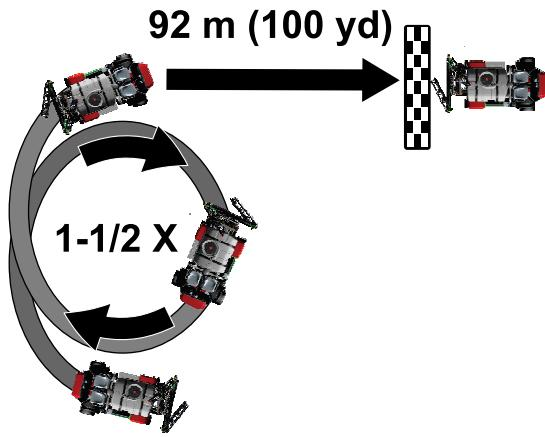

图 165
3. 驾驶机器 1-1/2 圈 图 165。
5. 驾车直行 92m 请参阅 图 165。